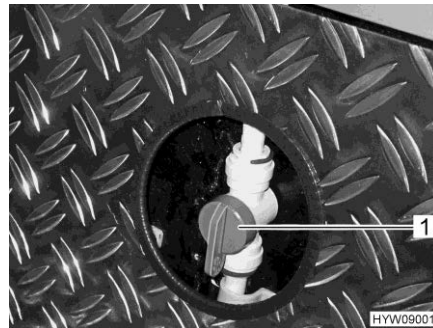

Fig. 171 Valvole di mandata (riscaldamento garage di coda)
- Collocare la maniglia (Fig. 171,1) sulla valvola di mandata per il riscaldamento garage di coda in posizione parallela rispetto alla tubatura del riscaldamento. Il riscaldamento garage di coda sarà al massimo.
- Collocare la maniglia (Fig. 171,1) sulla valvola di mandata per il riscaldamento garage di coda nella posizione desiderata. In questo modo la distribuzione dell'acqua calda verso il garage di coda può essere regolata in modo continuo.
- Collocare la maniglia (Fig. 171,1) sulla valvola di mandata per il riscaldamento garage di coda trasversalmente rispetto alla tubatura del riscaldamento. Il riscaldamento garage di coda viene quindi spento.